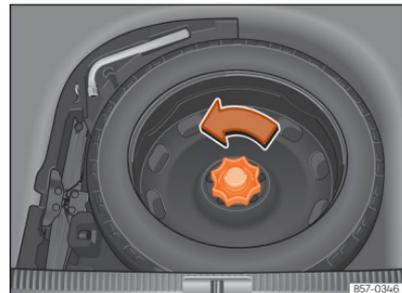

Abb. 217 Im Gepäckraum: hochgeklappter Ladeboden
- Drehen Sie das Rädchen entgegen dem Uhrzeigersinn »» (Abb. 217).